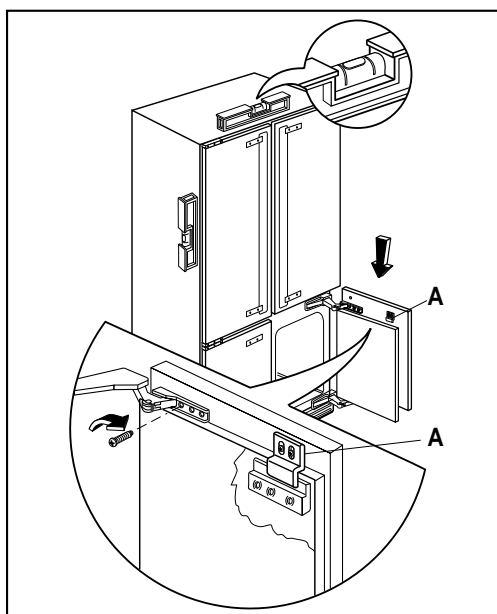

Fig. 6
- Ouvrir l'une des portes du bas avec sa charnière et se servir de l'applique **A** pour mettre le panneau sur le guide qui se trouve sur la porte de l'appareil. Fixer le panneau en faisant passer une vis dans la fente verticale de la charnière (Fig. 6).